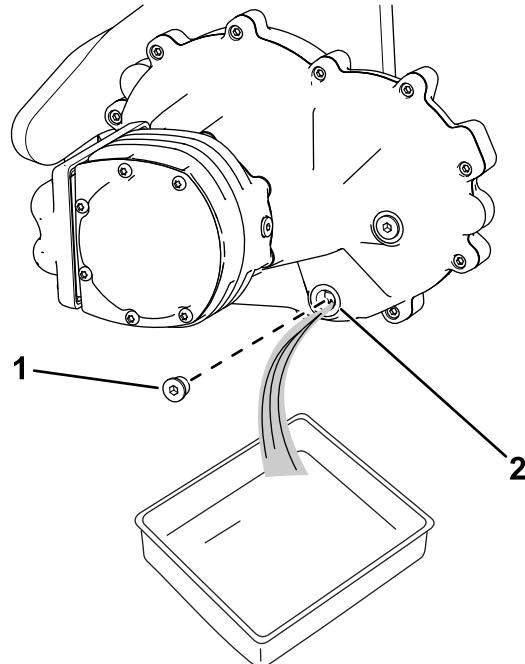

図 11
1. ホイールモーターアセンブリ下にオイルを受ける容器を置く図 11。
2. ドレンポートからプラグを外す図 11。
5. ドレンポートにドレンプラグを取り付ける図 11。